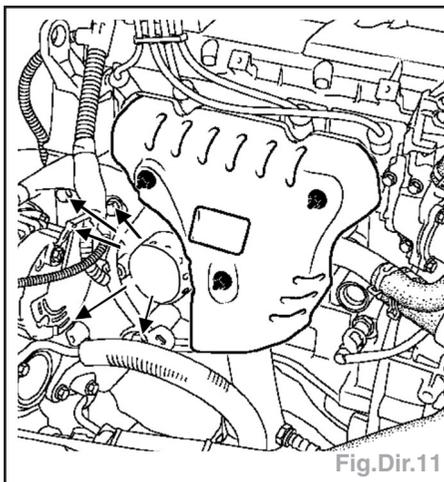

Fig.Dir.11
- Déposer les 5 vis de fixation du support d'accessoires moteur (Fig.Dir.11).